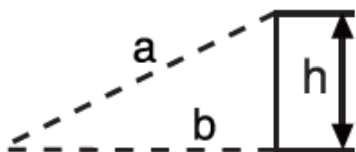

Figura 2
2. Medindo a altura do triângulo retângulo $\triangle$ (conforme mostrado na Figura 2)
Etapa 2: pressione ; o símbolo "+" aparecerá na área principal da tela e o instrumento entrará no modo de medição por adição. Em seguida, meça a área pela segunda vez (Figura 2).